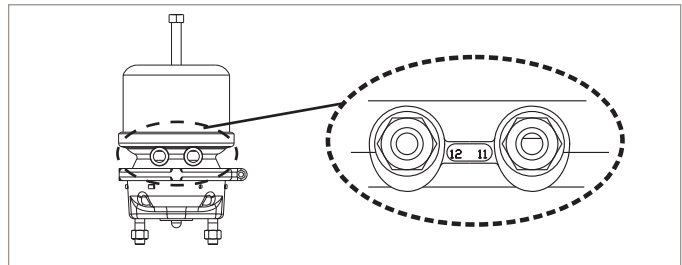

FIGURA 45 - DESIGNACIONES DE LOS PUERTOS
- 5.4.4 Liberación del aire de las cámaras de los frenos usando la válvula de control de aire montada en el tablero. Después de drenar toda la presión de aire del sistema, desconecte las mangueras de aire de la cámara de los frenos. Mientras sostiene la cámara de los frenos en su posición, quite y deseche las tuercas de montaje de la cámara de los frenos (figura 45, flecha marcada "B"). Quite la cámara de los frenos.